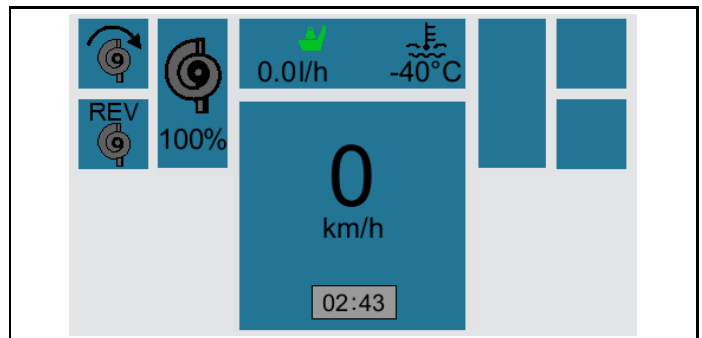

Abb. 8-1: Display (Transport)
- Im Info- und Bedienterminal erscheint das Grundbild "Transport" (Abb. 8-1) (außer der Mischschnecke ist nichts einstellbar).